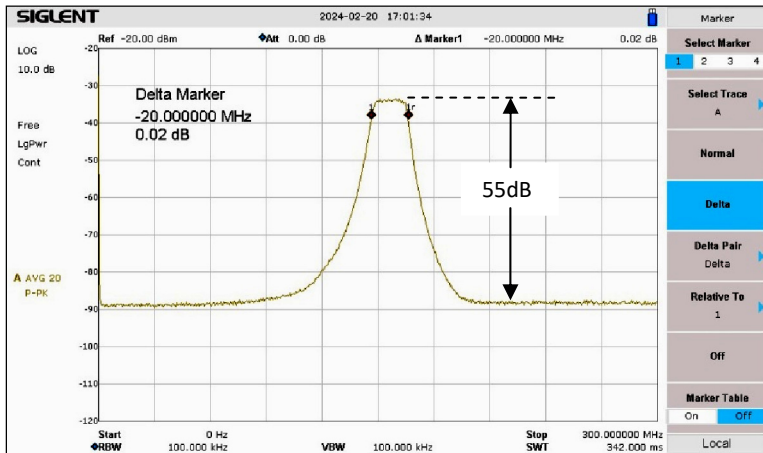

Bild 4: Übertragungskurve eines 156MHz-BP-Filter mit Rauschen
In der Praxis werden Rauschgeneratoren hauptsächlich für Übertragungsmessungen an Vierpolen eingesetzt, z.B. an Tief-, Hoch- oder Bandpassfiltern (1). Bei Verwendung eines Spektrum Analysators als Empfangsgerät, erspart man sich damit den Tracking-Generator. Als ein Beispiel zeigt **Bild 4** die Übertragungskurve und Bandbreite (20MHz) eines 356MHz-Bandpassfilters, über eine Dynamik von 55dB. Diese Dynamik ist zwar nicht so gut wie die eines Tracking-Generators (100dB), reicht aber für viele Messungen völlig aus.